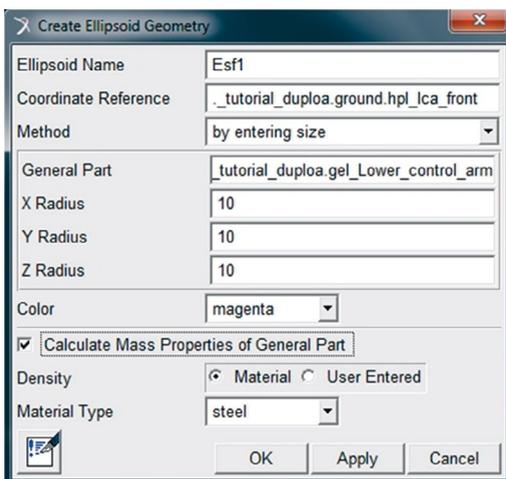

Figura 5.25 – Preenchimento da caixa de diálogo para criação da primeira esfera.
- A janela *Create Ellipsoid Geometry* será aberta. Os campos deverão ser preenchidos conforme ilustrado na Figura 5.25. Observe que essa primeira esfera terá como referência o *Hardpoint hpl_lca_front*, e pertencerá ao *General Part gel_Lower_control_arm*. Lembre-se que o campo *Calculate Mass Properties of General Part* deverá estar selecionado para atualização das propriedades de massa do *General Part Lower_control_arm*.